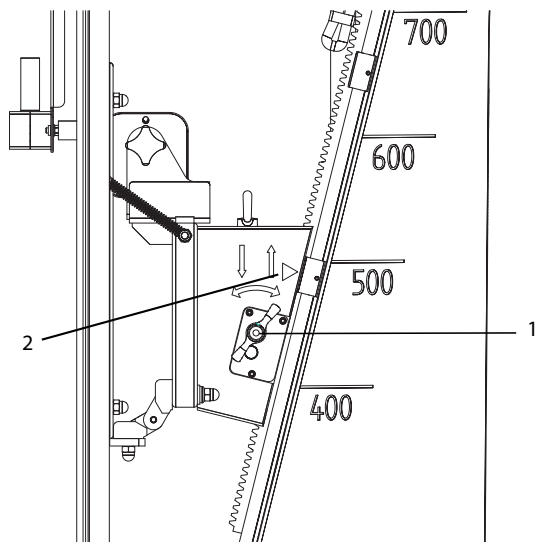

Abb. 9: Déplacement vers le haut
2. Placer le système de déverrouillage vertical vers le bas (tourner vers la gauche). Voir également fig. 9.